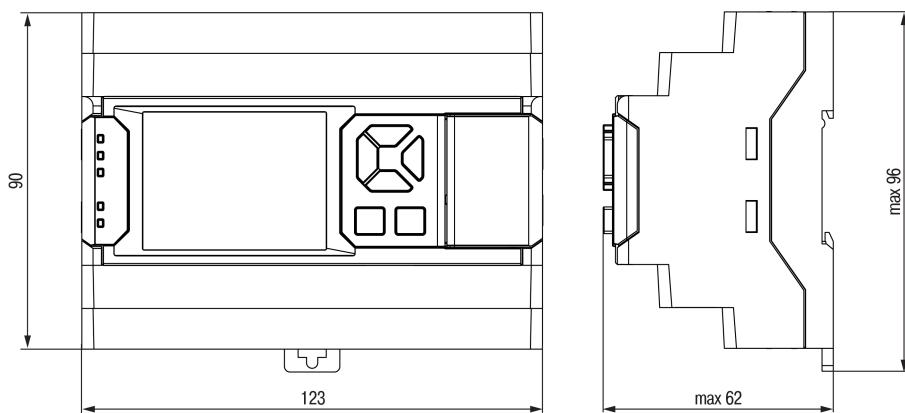

Рисунок 5.1 – Габаритные размеры прибора
- Подготовить на DIN-рейке место для установки в соответствии с размерами прибора (см. рисунок 5.1).